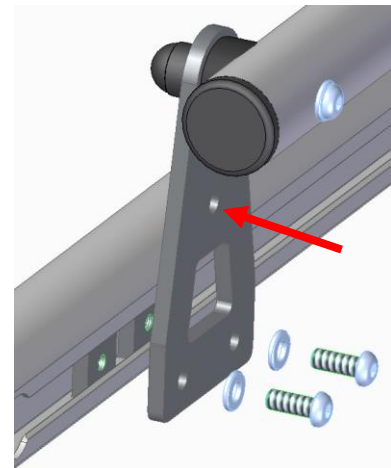

Abbildung 7
Das Anbaurohr für die Befestigungskralen (2) wird am Querträger mithilfe der Linsenkopfschrauben, Unterlegscheiben und Nutensteinen, die in die Nut des Querträgers geschoben werden, montiert (Abb. 7). An diesem Rohr können dann die Befestigungskralen (3+4+5+6) befestigt werden (siehe Titelbild der Anleitung). Je nach Montage des Auslegers und Querträgers muss das Anbaurohr für die Befestigungskralen von den Blechen abmontiert und im unteren Loch der Bleche montiert werden (Pfeil in Abb. 7).